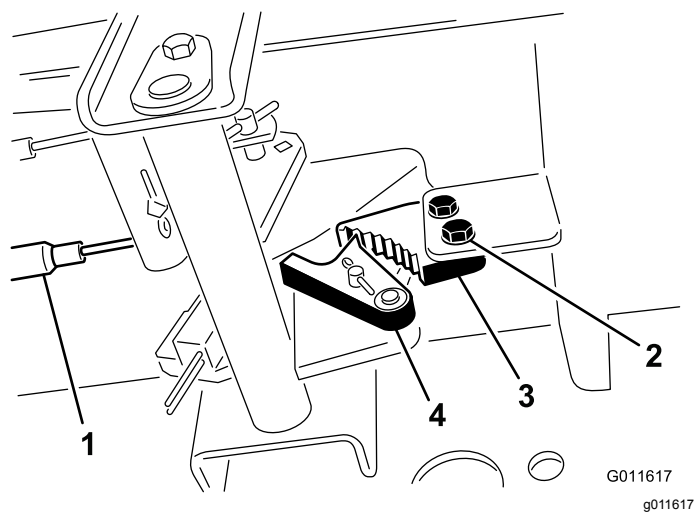

Figura 68
1. Allentate le due viti che fissano il nottolino del freno di stazionamento al telaio (Figura 68).
- Premete in avanti il pedale del freno di stazionamento finché il fermo non s'innesta completamente nel nottolino del freno (Figura 68).